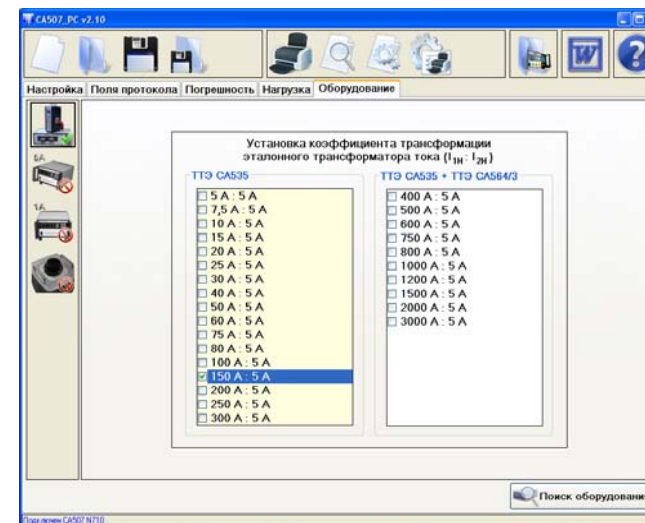

Рисунок 2.17
2) Якщо при вимірюваннях використовуються трансформатори еталонні виробництва ТОВ "ОЛТЕСТ", клацнути по вкладці "Оборудование" (рисунок 2.16). На вкладці (рисунок 2.17) спочатку клацнути по